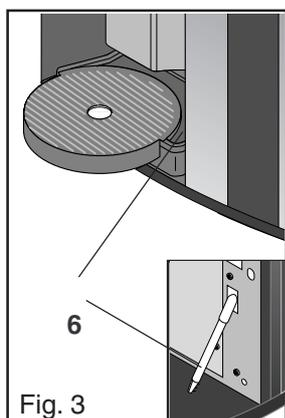

Fig. 3
- Limpie el portatazas y la zona a su alrededor en la puerta interior con un paño húmedo. (Fig. 3)